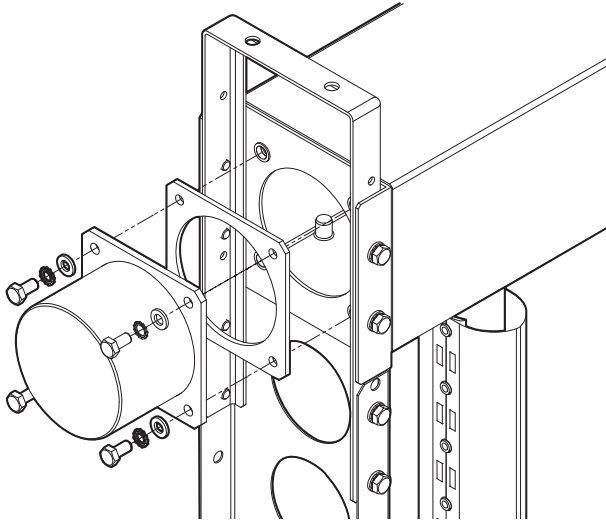

Fig. 2.b
- Den Adapter mit den im Lieferumfang enthaltenen Befestigungselementen mit einem Drehmoment von 7-8 Nm (5-6 ft lb) verschrauben (Fig. 2.b). Wird der Adapter an das Verlängerungsstück angeschlossen, die im Verlängerungsbausatz für den Anschluss des Adapters enthaltenen Befestigungselemente verwenden.